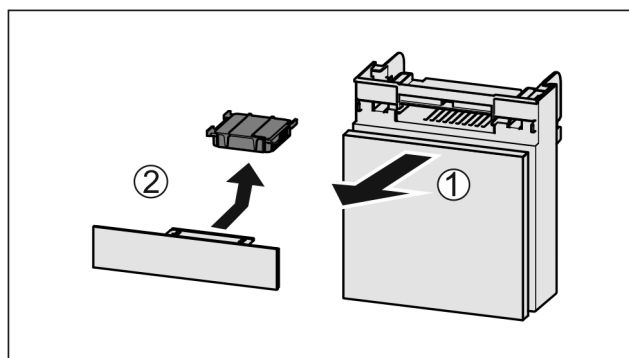

Fig. 31
- ▶ Trekk ut Fig. 31 (1) hyllen fremover.
- ▶ Ta ut Fig. 31 (2) aktivkullfilteret.